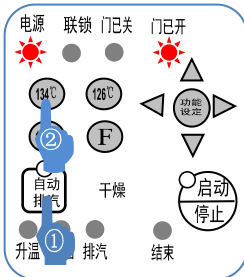

图 12
① 放好灭菌物，闭合上盖，将门开关手柄扳至 位置，门已关灯亮起，需在“未按启动键”的状态下设定灭菌温度与灭菌时间。
① **一键式操作**：当用户所需灭菌温度为操作面板上规定的 3 种灭菌温度中的其中一种，可选用一键式操作模式。
1. 按操作面板上的“自动排气”键，再按所需的“灭菌温度”键。图 12